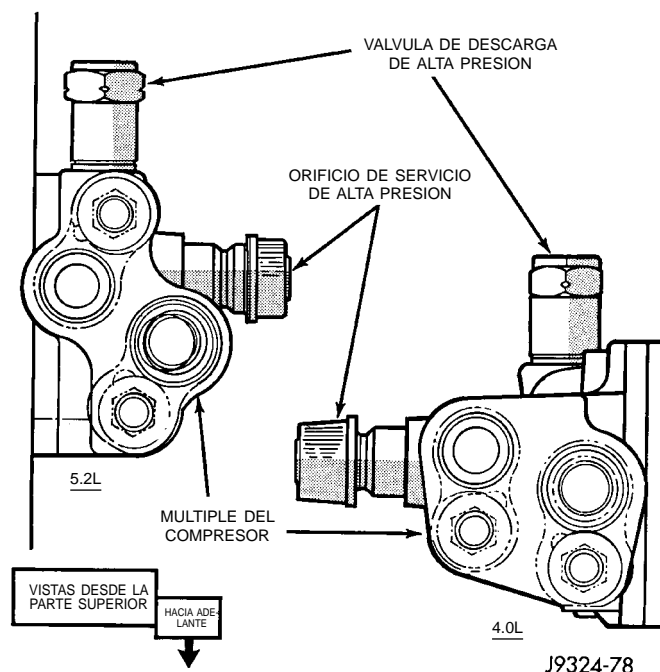

Fig. 33 Válvula de descarga de alta presión - característica
(1) Desconecte y aisle el cable negativo de la batería.
(2) Recupere el refrigerante del sistema de refrigerante tal como se describe en este grupo.
(3) Gire la válvula de descarga hacia la izquierda para retirarla de múltiple del compresor (Fig. 33).
(4) Coloque un tapón o una cinta en la conexión abierta del múltiple del compresor.